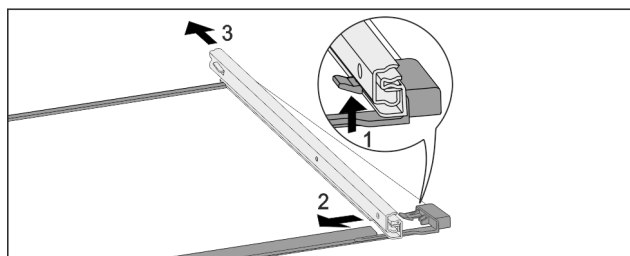

Fig. 150 Lasihylly kiskoilla
- Paina etummaista kiinnikettä ylöspäin. Fig. 150 (1)
► Siirrä vetokiskoa sivuun Fig. 150 (2) ja taaksepäin Fig. 150 (3).